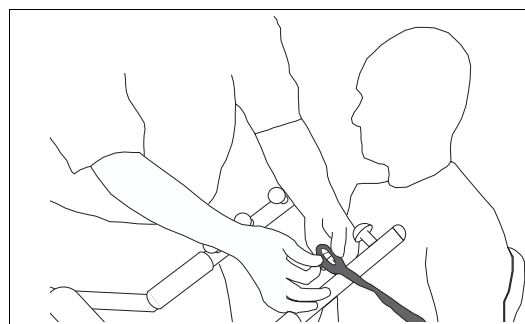
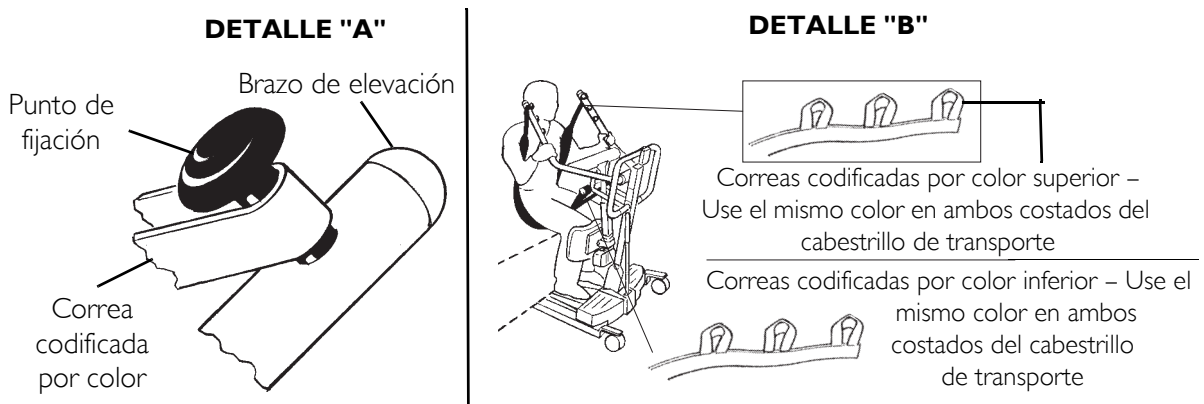

FIGURA 7.6 Fijación de los cabestrillos al elevador para ponerse de pie – Cabestrillos de transporte
FIGURA 7.7 Fijación de los cabestrillos al elevador para ponerse de pie – Cabestrillos de transporte
NOTA: Para este procedimiento, consulte FIGURA 7.6 y FIGURA 7.7 en la página 92.
Asegúrese que las correas codificadas por color se ajusten correctamente a la perilla de fijación del ejemplo "A" FIGURA 7.7 en la página 92, de lo contrario, pueden ocurrir lesiones o daños.
- El cabestrillo de transporte se envuelve alrededor del exterior de cada brazo de elevación. Consulte el ejemplo "B" de FIGURA 7.6 en la página 91.
- La correa codificada por color más cercana al paciente se usa para mantener la estabilidad y comodidad. Consulte el ejemplo "B" de FIGURA 7.6 en la página 91.
- La correa codificada por color se ajusta correctamente a la perilla de fijación. Consulte el ejemplo "B" de FIGURA 7.7.
- La misma correa codificada por color superior se usa en cada lado del cabestrillo de transporte. Consulte el ejemplo "A" de FIGURA 7.7
- El mismo punto de fijación se utiliza en cada brazo de elevación. Consulte el ejemplo "B" de FIGURA 7.6 en la página 91. Consulte el ejemplo "B" de FIGURA 7.7